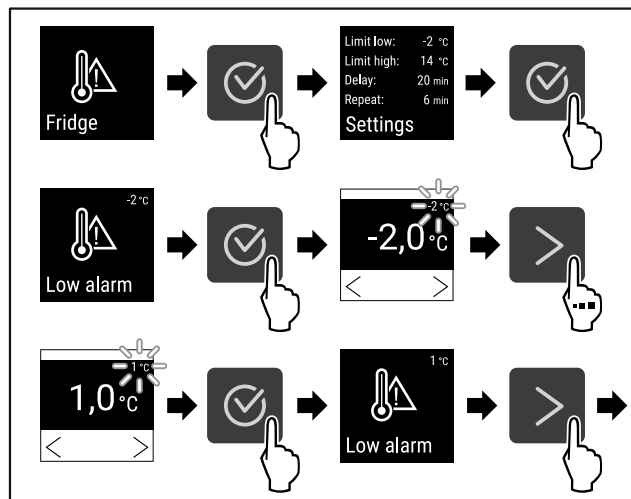

Fig. 113
- ▶ Eseguire i passi (vedere Fig. 113) .